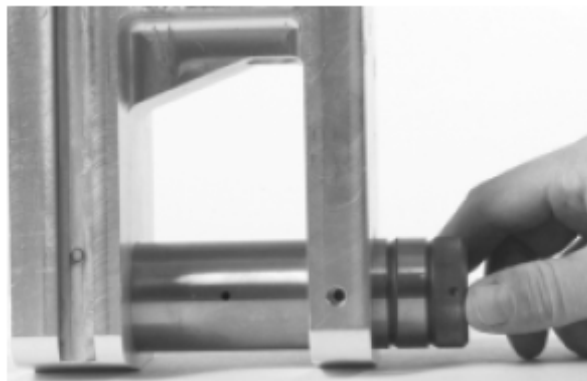

图22 — 螺栓孔和轴的孔对齐
7. 安装新的滚沟轮和轴到上部底座，使得螺栓和底座的孔、滚沟轮轴的孔对齐（见图22）。